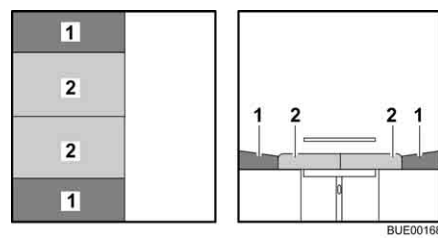

Fig. 85 Después de la transformación
- Tirar de los cojines del asiento (Fig. 85,2) hacia el centro.
- Colocar los cojines del respaldo (Fig. 85,1) entre los cojines del asiento y la pared.